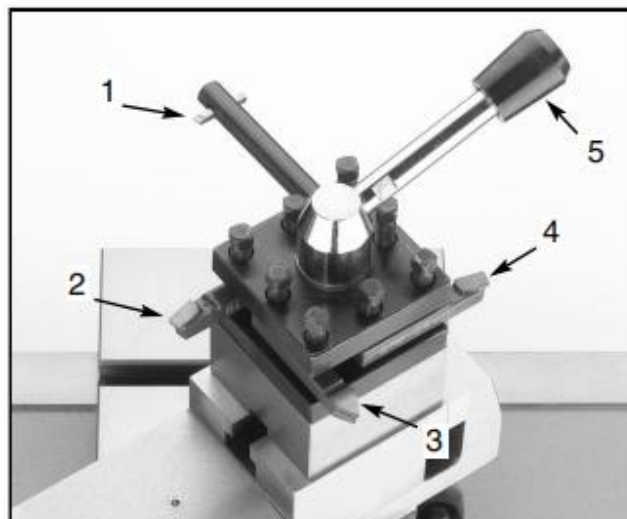

Figure 7
La machine est livrée avec un porte-outil à tourelle quatre positions, conçu pour recevoir jusqu'à quatre outils de 1/2 po. D'autres outils et supports peuvent être installés comme à la figure 7. Pour passer rapidement d'un outil à l'autre, desserrez le levier de blocage (5) et tournez la tourelle à la position voulue. Un cliquet à ressort sous la tourelle permet la rotation